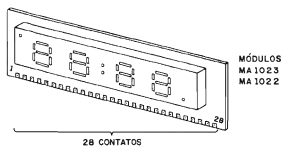

Fig.2
contagem do Tempo... Como os próprios displays numéricos também estão incorporados ao dito módulo, um conjunto de Integrados "embutidos" se encarregam de realizar digitalmente a contagem e a decodificação dos pulsos, de modo a "mostrá-los" em "formato horário" através dos dígitos iluminados (ou não...). Observar que, para as funções básicas desejadas (mais detalhes a partir da fig. 2), embora o módulo contenha uma linha de terminais com 28 pontos, apenas 13 deles são realmente utilizados... Um transformador comum, com secundário para 0-9V (as tolerâncias internas do módulo permitem que o valor nominal de 8V seja excedido nesse nível, sem nenhum problema de sobrecarga...), ou mesmo para 9-0-9 (usando-se só a "metade" do secundário...) "rebaixa" a C.A. da rede e aplica-a ao módulo (internamente são realizadas as funções de retificação e filtragem...). Um mero zener de 3V6 x 1W se encarrega de gerar (a partir dos mesmos 9V oriundos do trafo...) a baixa Tensão requerida pelos displays dos módulos (esse é o "truque" básico que nos permite "fugir" do transformador especial...). Um chaveamento aplicado aos terminais 12-13-16-18 do módulo, determina as possibilidades de "acerto" do horário mostrado no display, conforme detalharemos mais
- FIG. 2 - O MÓDULO HÍBRIDO - O adjetivo "híbrido" que qualifica o módulo, refere-se ao fato do dito cujo incorporar componentes Integrados (o chip especializado, "escondidinho" sob o próprio display numérico...) e "discretos" (transistores, diodos, resistores, capacitores, etc., dispostos circuitualmente sobre a placa "mãe" do MA1022 ou MA1023...). A figura mostra o "jeitão" do módulo (os componentes discretos ficam na face oposta à do display...), visto pela frente, evidenciando-se o display de 4 dígitos